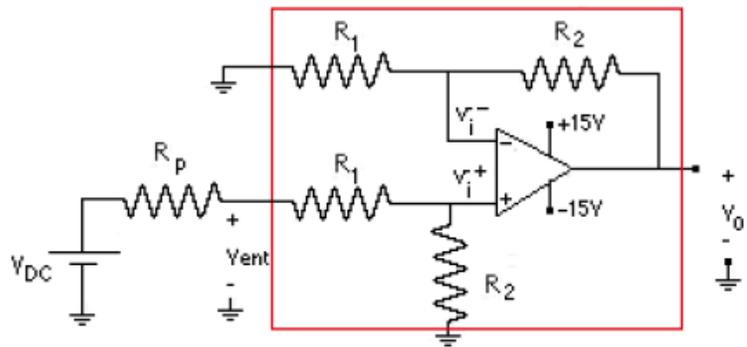

Figura 5.- Medición de la resistencia de entrada de la entrada no inversora del amplificador diferencial
9.-Monte el circuito de la Figura 5 para medir la resistencia de entrada en la entrada no inversora del amplificador diferencial cuando la entrada inversora está conectada a tierra. Mida previamente el valor real de R_p con el multímetro.